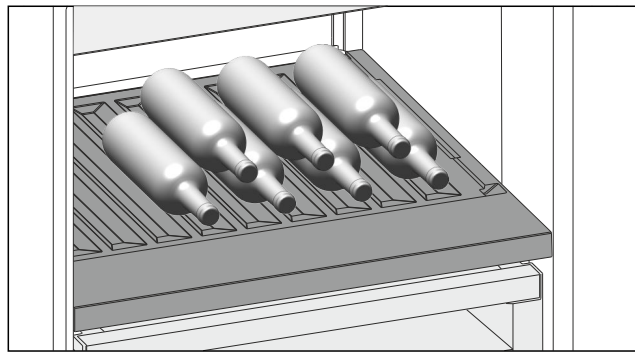

Fig. 111
- ▶ Flaschen mit dem Boden nach hinten zur Rückwand einlegen. (siehe Fig. 111)